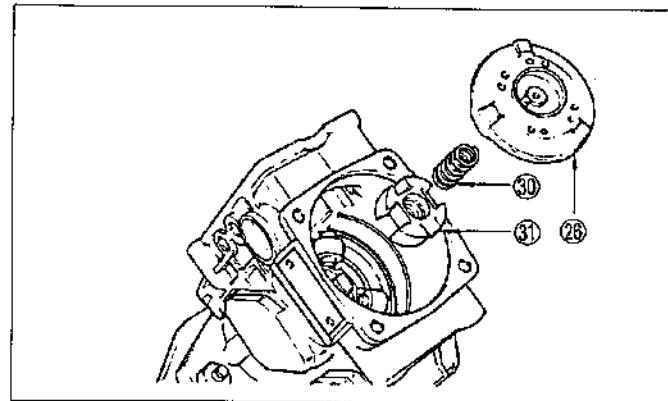

Figura.12-17 Extracción del disco de leva y el acoplamiento
Extraiga el disco de leva ②6, resorte de acoplamiento ③0 y acoplamiento ③1. (Vea la figura.12-17)